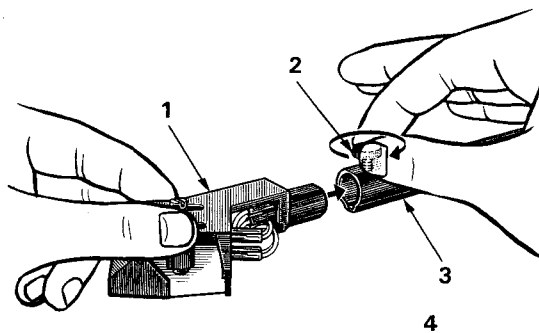

Fig. 4
2. Placer la coquille au bout du bras. (Fig. 4)
2. Tonkopf wie gezeigt in den Tonarm einbauen. (Fig. 4)
2. Steek de elementhouder in de toonarm. (Fig. 4)
2. Stick in pickupens kontaktsida i tonarmen. (Fig. 4)